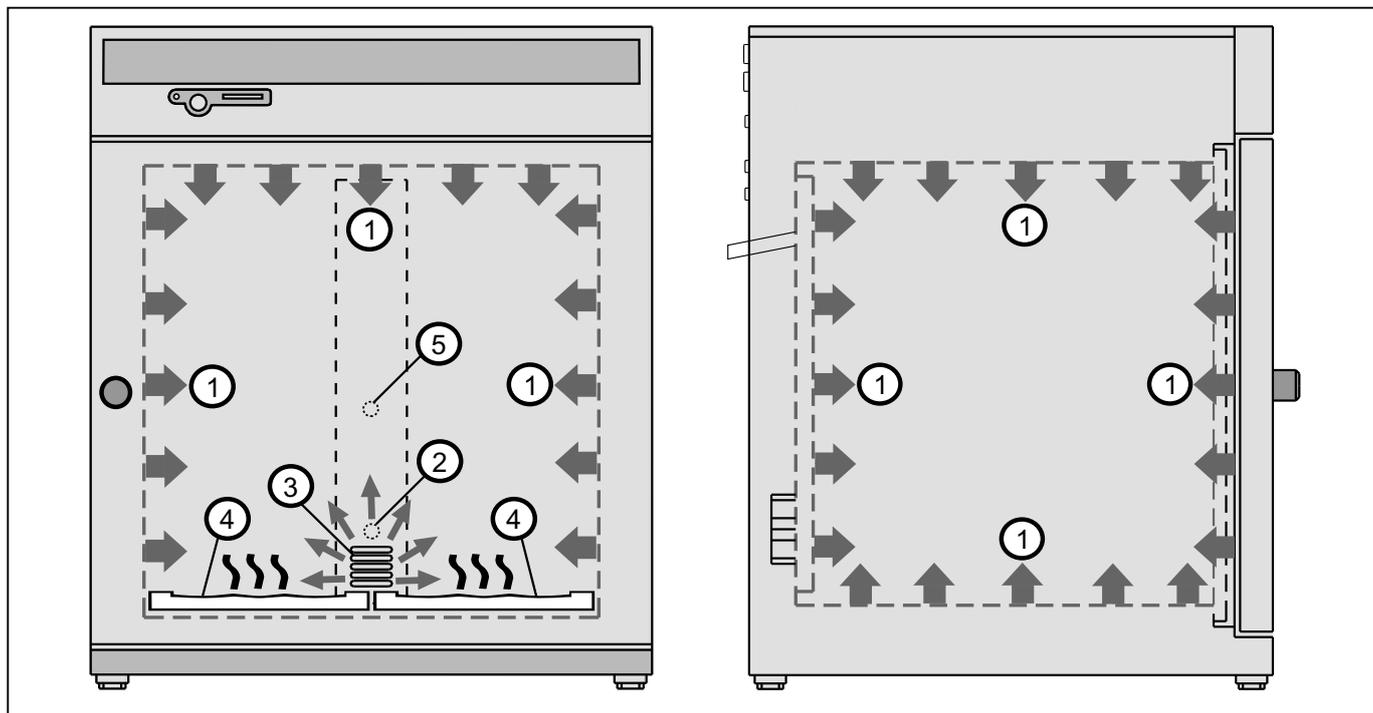

рис. 3 Принцип работы инкубаторов INCO
Воздух в инкубаторе нагревается с помощью нагревателя большой площади, расположенного по всему контуру камеры (рис. 3, поз. 1). Газообразный CO_2 и/или N_2 подается в камеру инкубатора через стерильный фильтр. Вследствие своей более высокой плотности по сравнению с воздухом, CO_2 подается в камеру сверху расположенного в ней вентилятора (2). Не вызывающая турбулентности вентиляция камеры (3) обеспечивает равномерное распределение газов и, как следствие, гомогенную атмосферу.
- ▶ Нагреватель большой площади по всему контуру камеры с дополнительным теплопроводным кожухом (см. рис. 3)